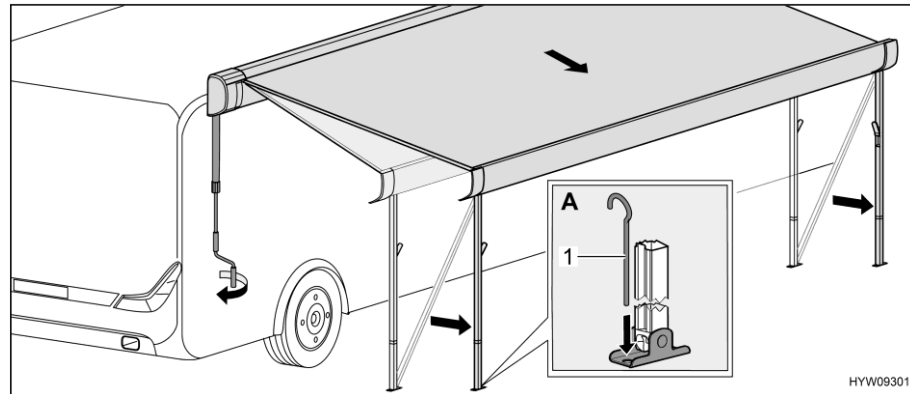

Bild 31 Markise in Endstellung bringen
- Stützfüße mit Heringen (Bild 31,1) am Boden befestigen (Bild 31,A).